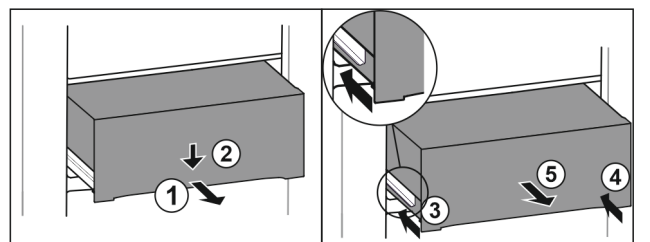

Fig. 104
- Tirer le tiroir jusqu'à mi-chemin. *Fig. 104 (1)*
- Appuyer sur l'avant du tiroir vers le bas. *Fig. 104 (2)*
- Insérer le rail gauche d'env. 2 cm. *Fig. 104 (3)*
- Insérer le rail droit d'env. 2 cm. *Fig. 104 (4)*
- Retirer le tiroir par l'avant. *Fig. 104 (5)*